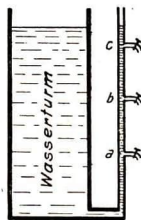

Abb. 119b
**Wassertürme.** Um das Wasser in die höchsten Stockwerke der Häuser eines Ortes zu treiben, pumpt man das Wasser zunächst auf einen Wasserturm, der diese Häuser um einige Meter überragt. Erst von diesem Turm führt man die Wasserleitung in die Häuser. (Abb. 119b.)